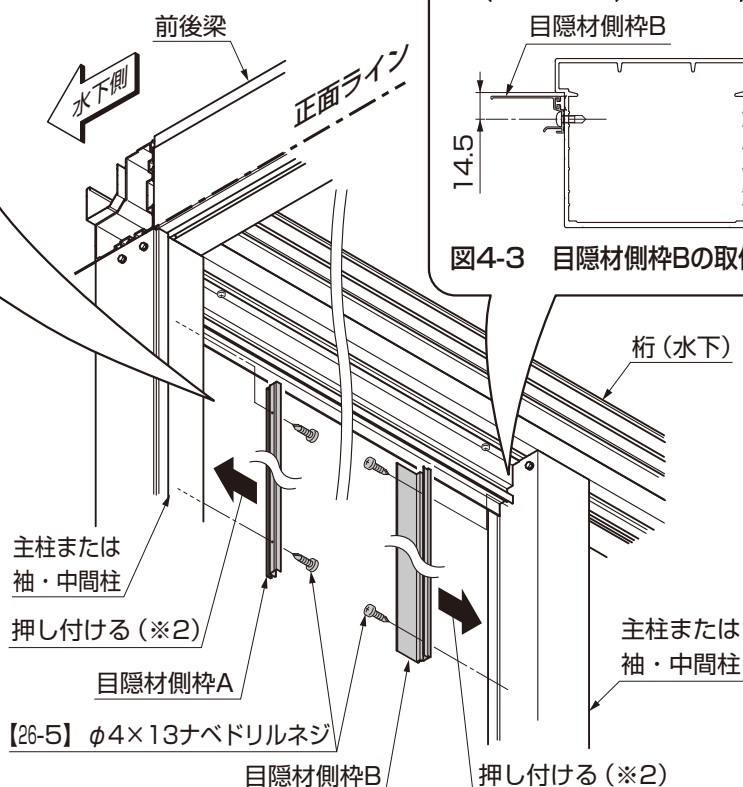

図4-3 目隠材側枠Bの取付け
- ②主柱または袖・中間柱に、目隠材側枠Bを【26-5】で取付けてください。(図4-3参照)